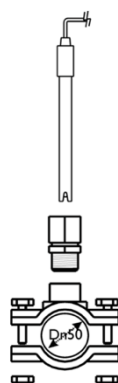

Fig. 3
- Collarín de toma para sensor pH (Fig. 3): Antes de la instalación, perforar un orificio en la parte superior de la tubería con un tamaño aprox. 12 mm. y asegúrese de que el sensor pueda pasar a través. Instale el collarín de toma de modo que el orificio en el tubo coincida con la conexión del sensor del collarín de toma.